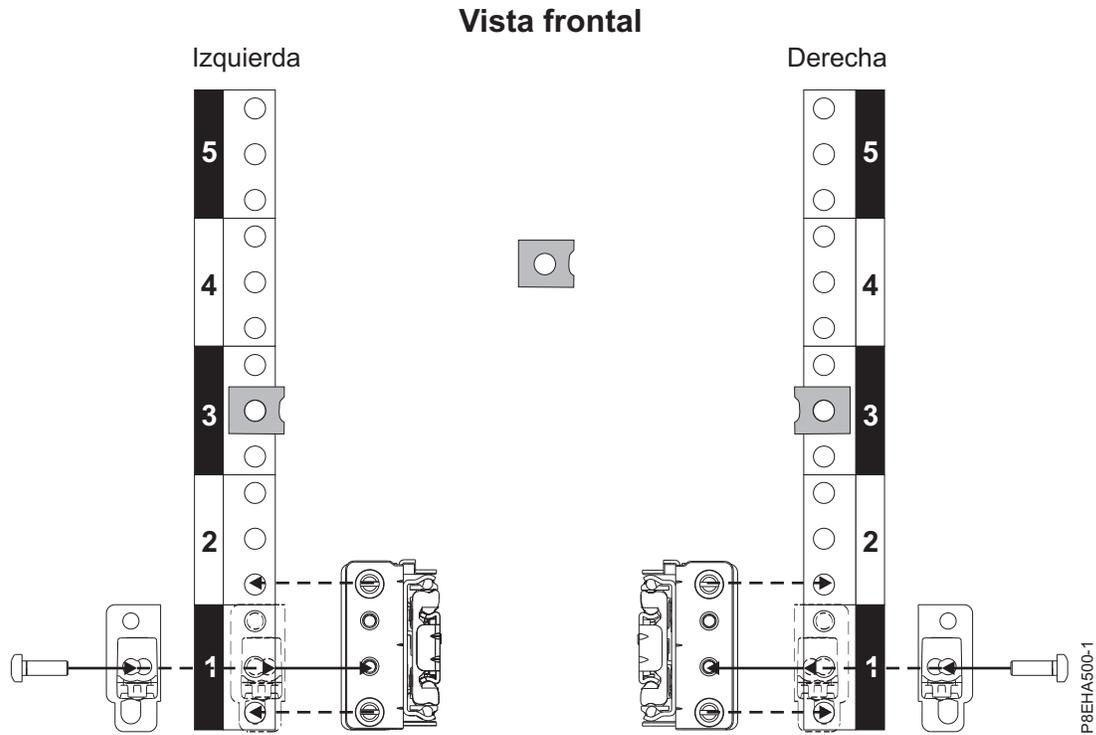

Figura 3. Fijación de los rieles deslizantes a la parte frontal del bastidor
3. En la parte frontal del bastidor, coloque el riel deslizante izquierdo (C) entre los estándares de montaje EIA del bastidor posterior y frontal del lado izquierdo, tal como se muestra en la Figura 3 en la página 4.
6. Coloque la abrazadera del pestillo de golpe (B) de forma que cubra el espacio del EIA frontal del riel deslizante tal como se muestra en la Figura 3.
7. Utilice la herramienta hexagonal T25 para fijar la abrazadera del pestillo de golpe al reborde del riel frontal con un tornillo de punta plana (A) M5 X de 16 mm situado en el orificio del medio (1b) de la unidad de bastidor EIA tal como se muestra en la Figura 3.
8. Repita los pasos de 2 en la página 3 a 7 para el riel deslizante derecho (D) tal como se muestra en la Figura 3. El riel deslizante derecho tiene impresa una R en la parte frontal interna.
9. Fije los dos clips de tuerca (F) a las ubicaciones 3b de EIA respectivas de los estándares de EIA verticales frontales derecho e izquierdo, tal como se muestra en la Figura 3.